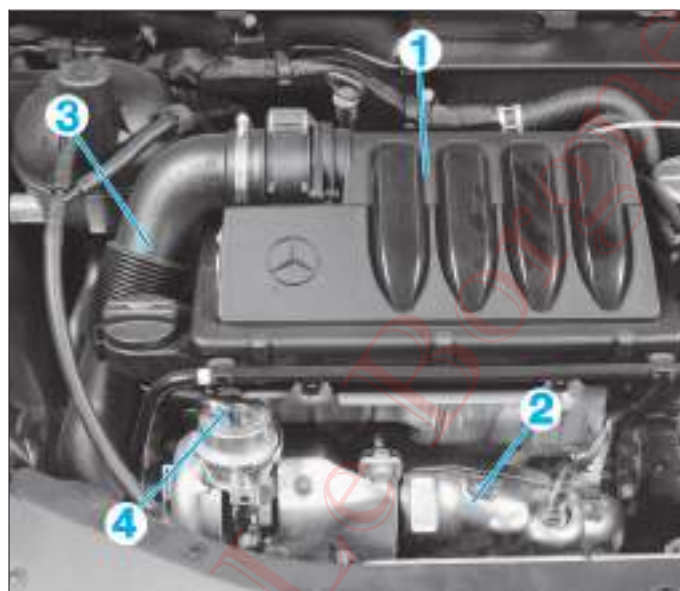

FIG. 56
- Déposer (Fig.56) :
- le boîtier de filtre à air (1),
- le pré-catalyseur (2),
- la durit d'air (3),
- la durit de dépression d'air (4).